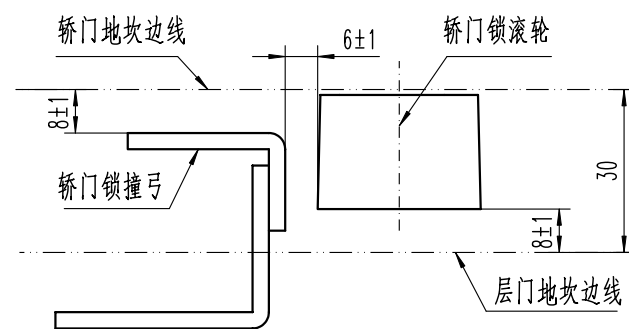

图3
- 如图3所示，调整轿门锁门锁滚轮与层门地坎距离、轿门锁撞弓与轿门地坎距离为 $8\pm 1\text{mm}$ 。关门到位时，调整轿门锁撞弓与轿门锁滚轮之间的间隙为 $6\pm 1\text{mm}$ 。(轿门锁撞弓安装在层门上坎架上)